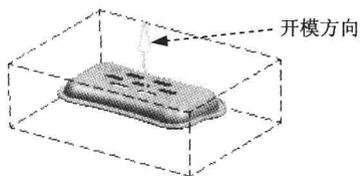

图 1.8 开模方向
Step2. 在“分型管理器”对话框中单击“设计区域”按钮 ，系统弹出“MPV 初始化”对话框，同时模型被加亮，并显示开模方向，如图 1.8 所示。